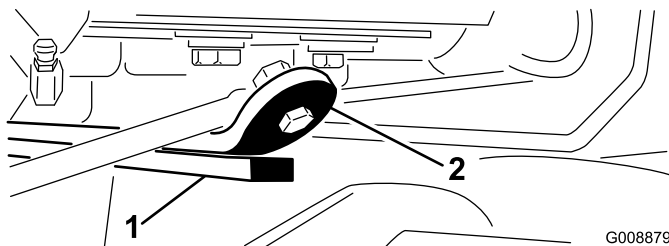

**Рисунок 13**
- B. Ослабьте затяжку контргайки на цилиндре (Рисунок 13).